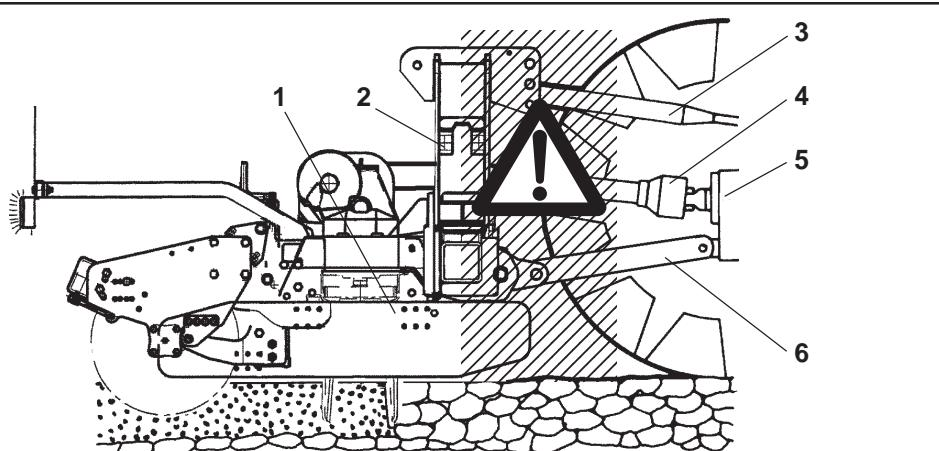

Fig. 3
- 25)** È assolutamente vietato interporci tra il trattore e la macchina (Fig. 3) con motore acceso e cardano inserito nonché senza aver azionato il freno di stazionamento ed aver inserito, sotto le ruote, un ceppo o un sasso di bloccaggio.
- 29)** È assolutamente vietato interporci fra il trattore e l'attacco della macchina per manovrare il comando dall'esterno per il sollevamento (Fig. 3).
- 25)** It is absolutely forbidden to stand between the tractor and the implement (Fig. 3) when the engine is running and the cardan shaft is engaged without having first engaged the hand brake and placed a block or stone under the wheels to prevent them from moving.
- 29)** It is absolutely forbidden to stand between the tractor and the implement when manoeuvring the lift control from the outside (Fig. 3).
- 25)** Es ist absolut verboten, bei laufendem Motor und eingeschalteter Gelenkwelle zwischen den Schlepper und das Gerät zu treten (Abb. 3). Dazu muß die Feststellbremse gezogen werden und unter die Räder ein Bremskeil oder ein großer Stein gelegt werden sein.
- 29)** Es ist absolut verboten, zwischen den Schlepper und den Anschluß zu treten, um die Aushebung von außen zu betätigen (Abb. 3).
- 25)** Il est absolument interdit de se mettre entre le tracteur et l'appareil (Fig. 3) quand le moteur est en marche et le cardan enclenché, sans avoir tiré le frein de stationnement et bloqué les roues avec une cale ou un caillou.
- 29)** Il est absolument interdit de se mettre entre le tracteur et l'attelage pour manoeuvrer la commande de relevage de l'extérieur (Fig. 3).
- 25)** Está terminantemente prohibido colocarse entre el tractor y el equipo (Fig. 3) con motor encendido y cardán inserido, o sin haber accionado el freno de estacionamiento y de colocar, debajo de las ruedas, una piedra u otro elemento de bloqueo.
- 29)** Está absolutamente prohibido colocarse entre el tractor y el enganche para maniobrar el mando desde el exterior en la fase de elevación (Fig. 3).